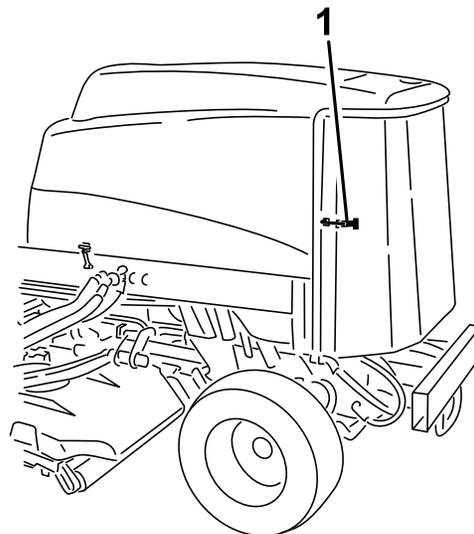

Рисунок 112
2. Откройте защелку и откиньте заднюю решетку (Рисунок 112).